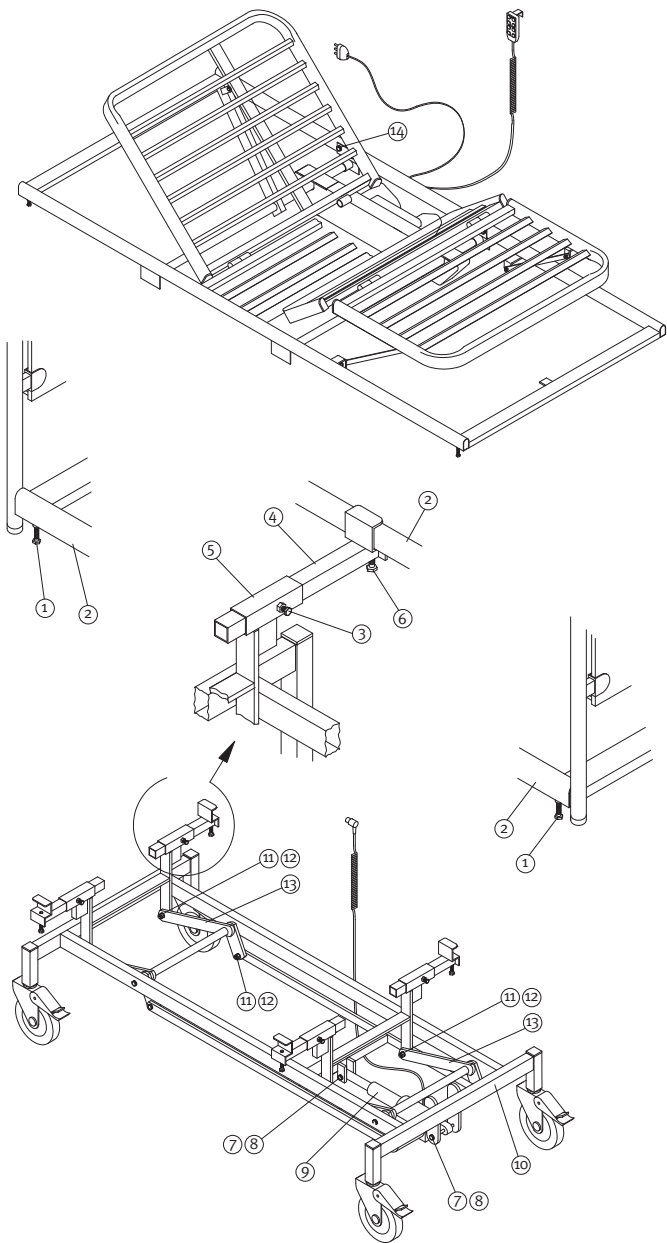

Fig. 13 Controllo periodico delle parti mobili de letto Art. A 7034/AE.
- Con l'ausilio di due chiavi piane da 13 mm, verificare il corretto fissaggio delle viti (1) ed i dadi autobloccanti (2) dello spintore a manovella della sezione testa (3).
- Con l'ausilio di due chiavi piane da 13 mm, verificare il corretto fissaggio delle viti (4) ed i dadi autobloccanti (5) dello spintore a manovella della sezione gambe (6).
- Con l'ausilio di una chiave piana da 13 mm, verificare il corretto fissaggio delle viti (7) che vincolano le spalle al telaio del piano rete (12).
- Con l'ausilio di una chiave piana da 13 mm, verificare il corretto fissaggio delle viti (8) che vincolano le staffe di bloccaggio (9) ai supporti del carrello (10).
- Con l'ausilio di una chiave piana da 17 mm, verificare il corretto fissaggio delle viti (11) che fissano il telaio del piano rete (12) alle staffe di bloccaggio (9).
- Con l'ausilio di una chiave piana da 17 mm e di una chiave esagonale maschio da 8 mm, verificare il corretto fissaggio delle viti (13) ed i dadi autobloccanti (14) che vincolano la pompa oleodinamica monoblocco (15) al telaio del carrello (16).
- Con l'ausilio di due chiavi piane da 17 mm, verificare il corretto fissaggio delle viti (17) ed i dadi autobloccanti (18) che vincolano i bracci mobili (19).
5.1.2 Controlli periodici da eseguire sul letto Art. A 7034/AE (Fig. 13)